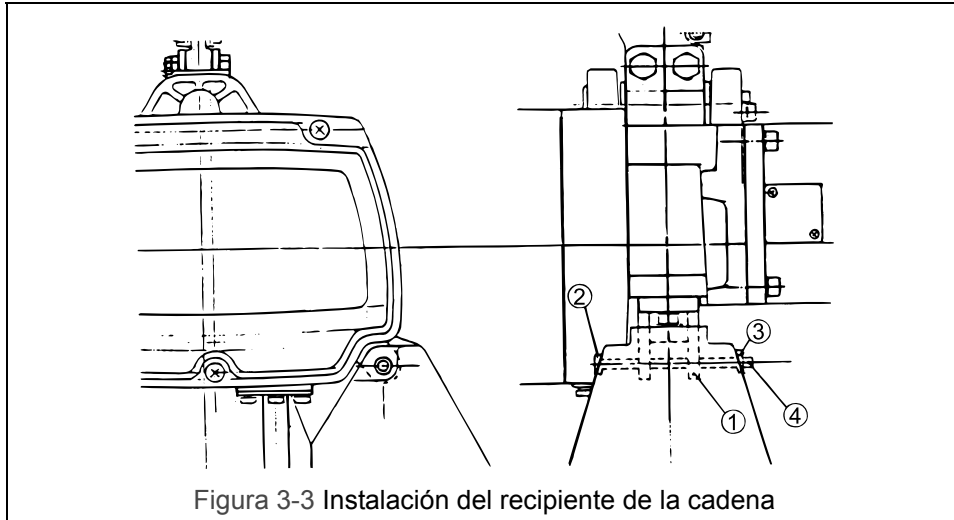

Figura 3-3 Instalación del recipiente de la cadena
3.4.1 Siga las instrucciones que se dan a continuación para instalar el recipiente de la cadena. Consulte la Figura 3-3.